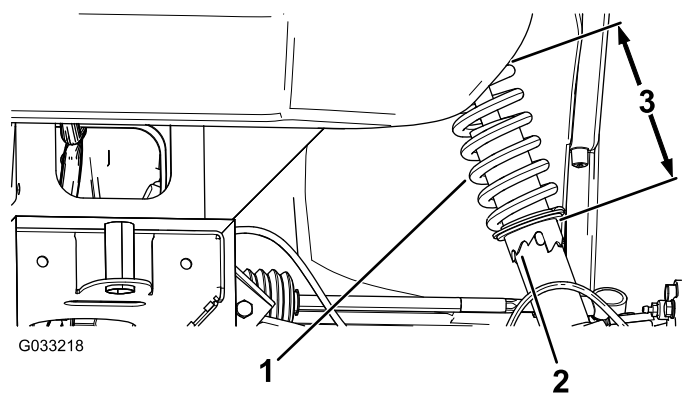

Figura 58
1. Utilizando a ferramenta (peça Toro n.º 132-5069), rode o anel no amortecedor para alterar o comprimento da mola (Figura 58).